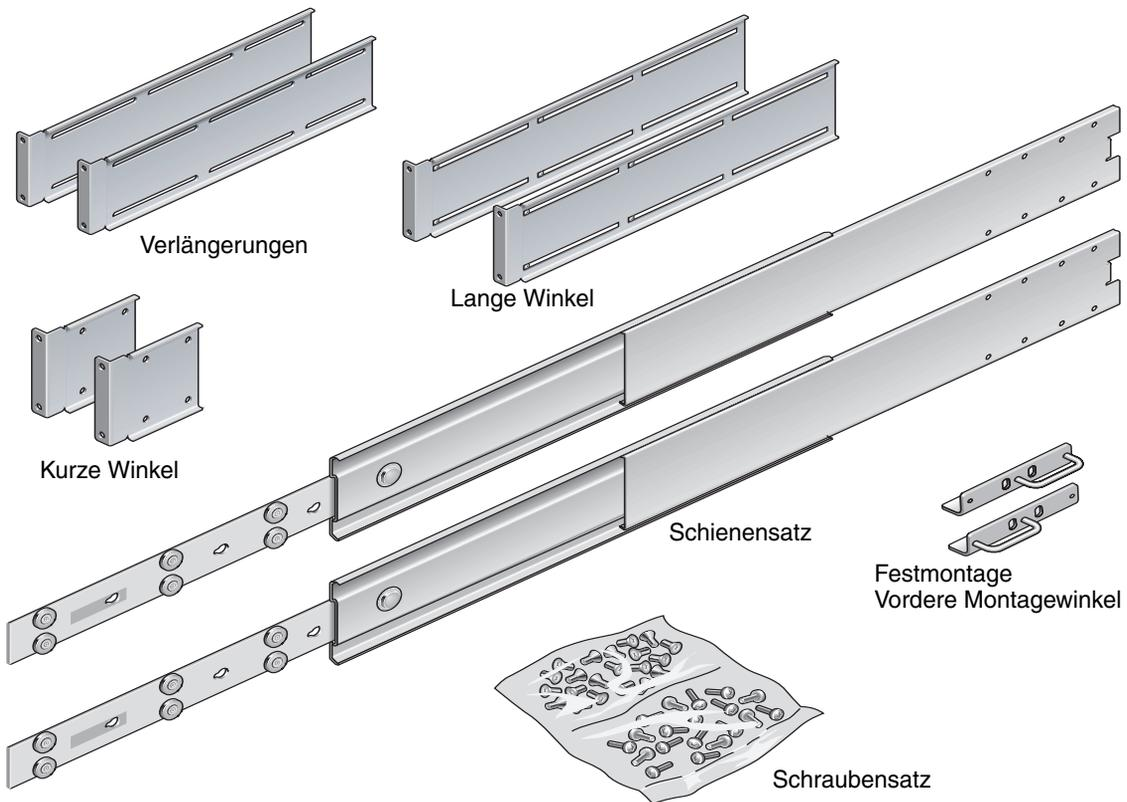

ABBILDUNG 3-6 Inhalt des Ausziehschienensatzes für ein 19-Zoll-Rack mit vier Stützen
- 1. Nehmen Sie die Festmontagewinkel sowie die Kreuzschlitz-Senkkopfschrauben (M5 × 8 mm) aus dem Montagesatz (ABBILDUNG 3-6).**
3. Nehmen Sie die Telco-Ausziehschienen aus dem Montagesatz (ABBILDUNG 3-6).
6. Nehmen Sie die kurzen und die langen Winkel aus dem Montagesatz (ABBILDUNG 3-6).